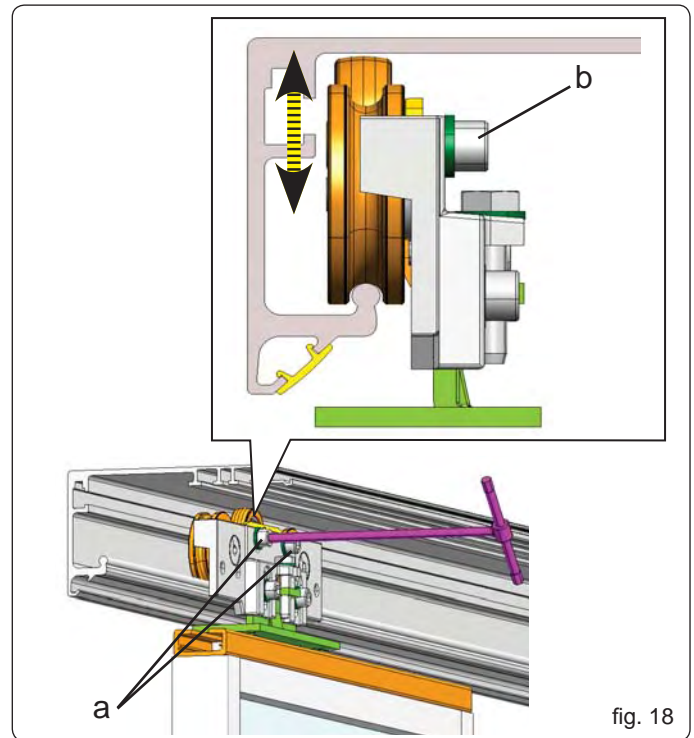

fig. 18
- Lossa de två cylinderformade skruvarna (Fig.18 ref.a).
- Justera höjden på hjulets stöd, för att komma så nära huvudprofilen som möjligt utan att vidröra den (Fig.18 ref.b).
- Dra åt de två cylinderformade skruvarna när du har justerat hjulets höjd. (Fig. 18 ref. a).